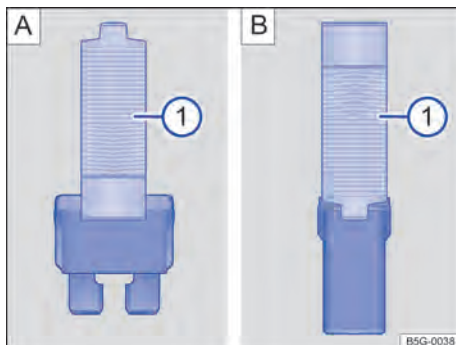

Fig. 181 Retirar ou colocar o fusível com a pinça de plástico: [A] fusível plano, [B] fusível de bloqueio.
- Se necessário, retirar a pinça de plástico → Fig. 181 ① da cobertura da caixa de fusíveis.
- De acordo com a versão do fusível, colocar as garras adequadas do alicate plástico → Fig. 181 [A] ① ou → Fig. 181 [B] ① lateralmente no fusível.
- Caso o fusível esteja queimado, substituir o fusível por um novo da *mesma* intensidade de corrente (mesma cor e inscrição) e do *mesmo* tamanho → ②.